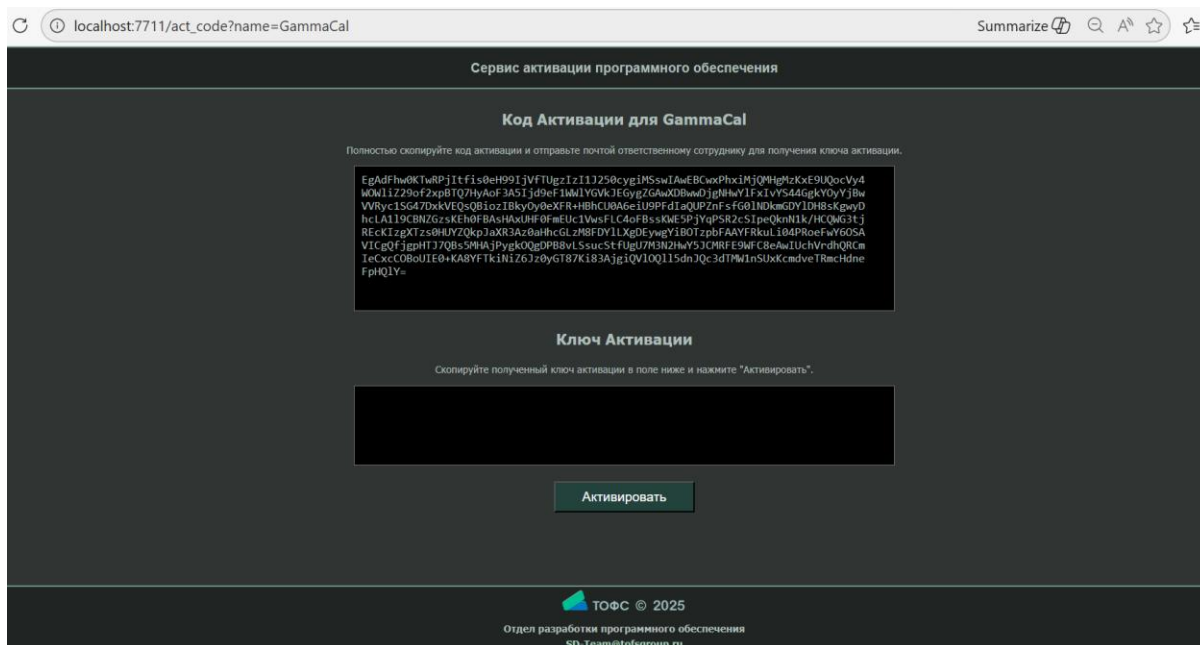

Рисунок 6 – окно браузера для активации ПО “GammaTest”
5. Запустите ПО “GammaTest” по ярлыку на рабочем столе или из директории установки. Во время первого запуска ПО “GammaTest” появится окно, изображённое на рисунке 5 и откроется страница браузера активации программы (см. рисунок 6).
6. ПО “GammaTest” перед началом работы должно быть активировано. Для этого из поля “Код Активации для GammaCal” (см. рисунок 6) скопируйте код активации и перешлите его по электронной почте сотрудникам ГК ТОФС, которые ответственны за лицензирование данного ПО: Максиму Дисавенко (Maxim.Disavenko@tofsgroup.ru) или Максиму Трусакову (Maxim.Trusakov@tofsgroup.ru). Обратным письмом вы получите ключ активации ПО “GammaTest”, который нужно скопировать в поле “Ключ Активации” (см. рисунок 6), а затем нажать на кнопку “Активировать” (см. рисунок 6).